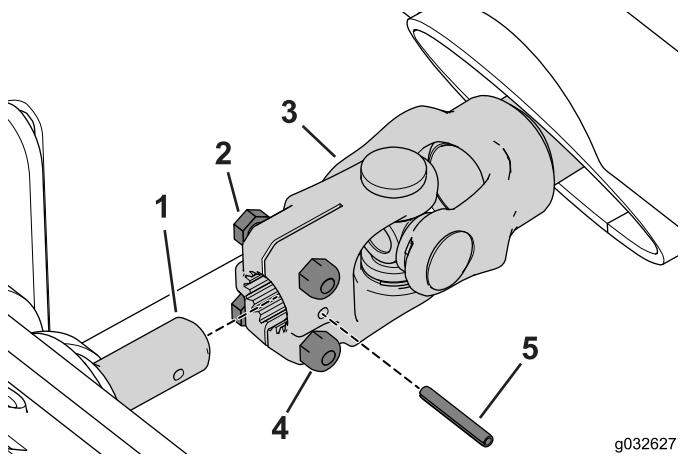

Figura 102
- Retire el pasador cilíndrico y afloje los 2 pernos que sujetan el árbol de transmisión al eje de la caja de engranajes (Figura 102).